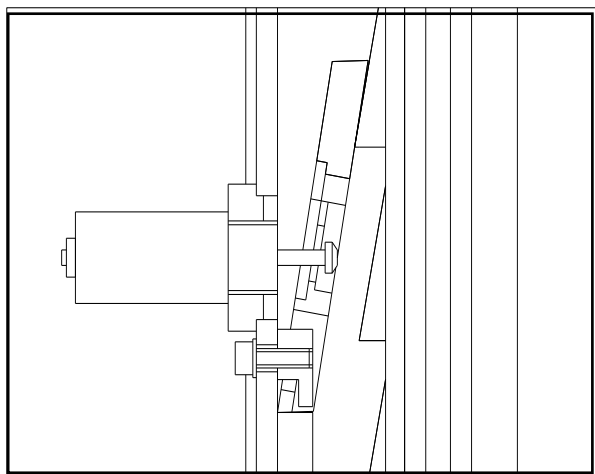

рис. 28
◆ Установите защитные устройства, в том числе электромагнит, автоматическую плату блокировки и щиток для подвешивания внутри обеих колонн. (Рис. 28) Прежде всего следует установить защитные устройства под обеими колоннами.
- ◆ Установить винт согласно **рис. 28**.